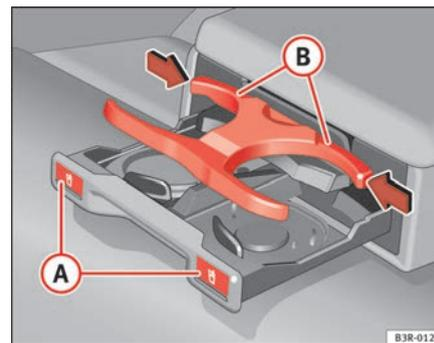

Fig. 124 Suporte de bebidas no apoio do braços traseiro
- Prima sobre o símbolo  **A** ⇒ fig. 124.